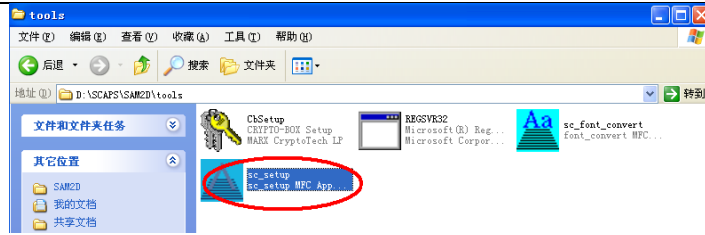

图 13
1) 打开 scaps 安装目录下面的 tools 文件夹，找到 sc\_setup.exe 文件，双击打开(图 13);